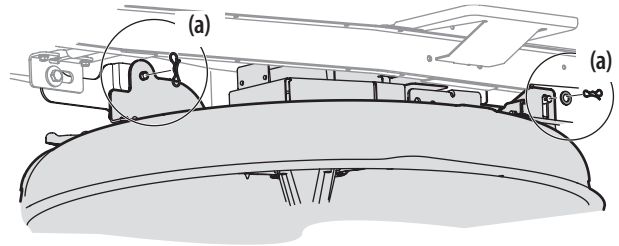

Figura 20
5. Extraiga los pasadores de chaveta con unión curva (a) que aún están sujetando la plataforma al montable, como se indica en la Figura 20.
NOTA: Asegúrese de reconectar el conector del cable al interruptor de seguridad en la Figura 20; el montable no funcionará si el interruptor de seguridad no está correctamente conectado.
5. Asegure la plataforma a los brazos de elevación de la plataforma utilizando dos pasadores de chaveta con unión curva. Consulte la Figura 20.
NOTA: Los pasadores de chaveta con unión curva (a) se deben volver a colocar de arriba hacia abajo. Consulte la Figura 20.